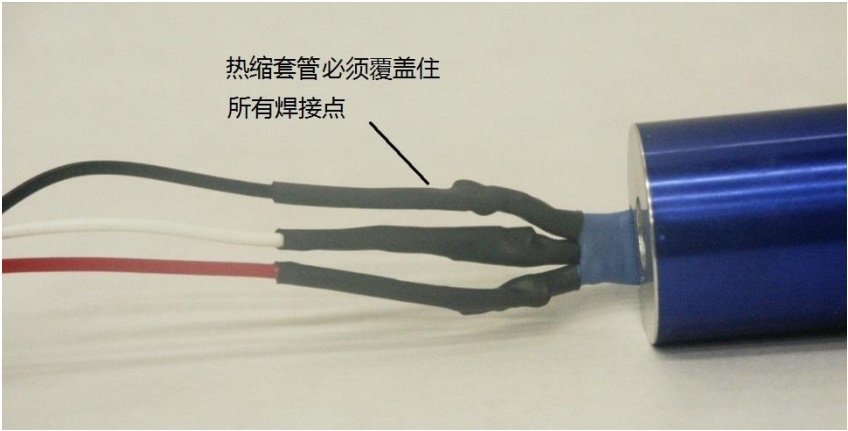

图 2-9
- 当全部连接都焊接后，用较薄的热缩套管来滑过并覆盖全部三处连接。(图 2-9)